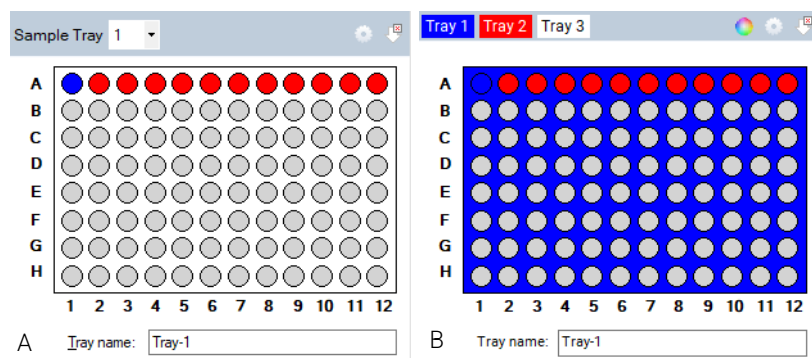

Figure 33 Liste déroulante classique de sélection de la plaque (à gauche) et onglets colorés de sélection de la plaque (à droite).
Sélectionnez la plaque à échantillons à utiliser dans la liste déroulante **Sample Tray** (Plaque à échantillons) ou parmi les onglets colorés de sélection de plaques, selon la configuration définie (**Figure 33**).
La configuration peut être définie en sélectionnant l'icône  située dans le coin supérieur droit de la fenêtre illustrée dans la **Figure 33**.
- 2 Choisissez entre la liste déroulante ou les onglets colorés de sélection de la plaque à échantillons, comme illustré dans la **Figure 33**.
- 4 Pour sélectionner une rangée dans la plaque à 96 puits représentée dans la fenêtre d'échantillons/de la plaque à échantillons, cliquez une fois sur cette rangée (**Figure 33**). Pour sélectionner une nouvelle rangée, cliquez sur une autre rangée.
- 5 Pour annuler la sélection d'une rangée, cliquez sur . (**Figure 33**)
La boîte de dialogue **Tray name** (Nom de la plaque) vous permet d'entrer un nom pour la plaque actuellement en cours d'analyse (**Figure 33**). Vous pouvez également sélectionner cette boîte de dialogue et utiliser un lecteur de code-barres pour importer les noms d'échantillons pour la plaque en cours d'analyse (pour plus d'informations, consultez **Chapitre 11**, « ProteoAnalyzer – Entrée des noms d'échantillon »).